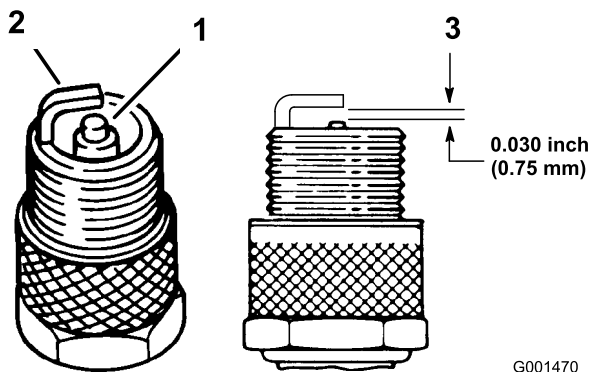

Figura 36
1. Mire la parte central de la bujía (Figura 36). Si se observa un color gris o marrón claro en el aislante, el motor está funcionando correctamente. Si el aislante tiene un recubrimiento negro, significa que el limpiador de aire está sucio.
3. Compruebe la separación entre los electrodos central y lateral (Figura 36). Si la distancia no es correcta, doble el electrodo lateral (Figura 36).
3. Conecte el cable de la bujía (Figura 36).